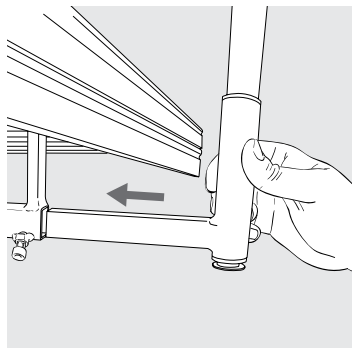
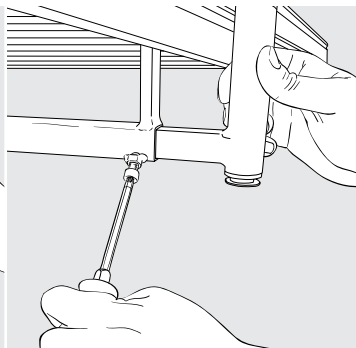

Fig. 4
Fig. 5
- Faites glisser l'étrier d'appui dans la traverse de fixation (fig. 4), placez-le dans la position souhaitée et vissez-le fermement (fig. 5).
- Faites glisser l'étrier d'appui dans la fixation, placez-le dans la position souhaitée et vissez-le fermement (fig. 5).